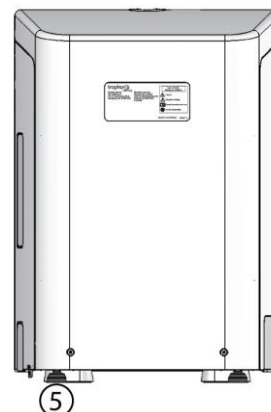

Ilustración 2
3. Nivela el aparato regulando los pies traseros, girándolos en el sentido de las agujas del reloj o al revés (vea la ilustración 2). Compruebe que no falta ningún pie, y que tampoco están sueltos.